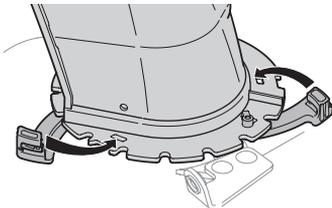

Figura 10
2. Cierre los fijadores de brida para sujetar el conjunto del canal a la base del canal. Los fijadores de brida emiten un chasquido cuando están bien asegurados (Figura 10).